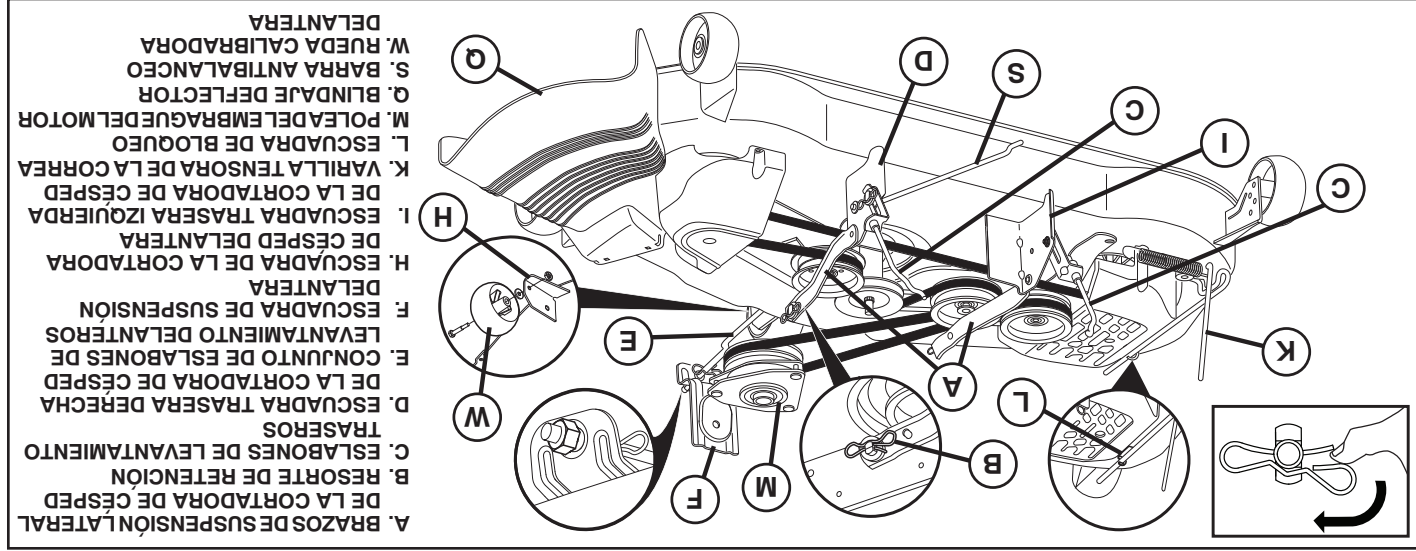

Fig. 20
9. INSTALE LA CORREA EN LA POLEA DEL EMBRAGUE DEL MOTOR (M) (Vea Fig. 20 & 32)
- Enganche la varilla tensora de la correa (K) en la escuadra de bloqueo (L).
(Vea Fig. 20)
INSTALE LA SEGADORA (Vea Fig. 20 - 32)